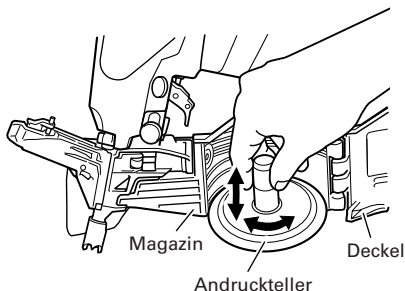

Abb. 2
- Stellen Sie die Position des Andrucktellers auf die Länge der Nägel ein. (**Abb. 2**)